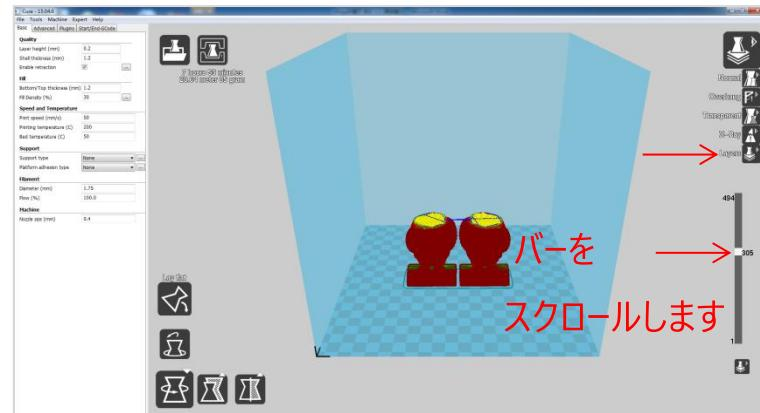

図 23
たとえば“Layer”モード（図23）このアイコンをクリックすると右側にスクロールバーが表示され、これを上下することでモデルをレイヤーごとに輪切りにして表示することが出来ます。スキップされたレイヤーやギャップを確認することができます。
- 保存したGcodeはCuraで再度開いて図23のようにレイヤーの確認等することができます。